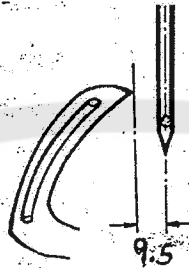

Fig. 1
Zur bequemen Einstellung entferne Drückfuß, Stichplatte und Transporteur. Setze den Fadengreifer in den Greiferhebel ein. Der Greifer ist so einzustellen, daß der Abstand von Nadelmitte zur Greiferspitze $9,5 \text{ mm} \approx 3/8''$ beträgt und zwar bei Beginn der Nadelstangenaufwärtsbewegung (Fig. 1). Dieser Abstand lässt sich nach Lösen der Mutter am rechten Schenkel des Greiferhebels durch Verschieben der Kugelschraube im Langloch ändern. Bei der Bewegung nach rechts muß der Greifer dicht an der Rückseite der Nadel vorbeigehen, ohne diese zu berühren. Dazu wird der Greiferhebel auf seiner Achse nach Lösen der beiden Schrauben seitlich verschoben.
For convenient access, remove the presser foot, throat plate and feed dog. Insert the looper into the looper rocker. Set the looper so that the distance from the centre line of the needle to the point of the looper is $9,5 \text{ mm} \approx 3/8''$ in the lowest position of needle bar just before moving upwards (Fig. 1). Therefore loosen the nut at right side of looper rocker and replace the ball stud till the specified dimension be obtained. As the looper moves to the right, its point should pass behind the needle as close as possible without contacting it. Adjustment can be made by loosening the fastening screws of looper rocker and replacing the looper rocker axially till this adjustment be obtained.
Bei Verwendung von Leinengarn ist der Nadelfaden nach Fig. 1 der Einfädelanleitung einzufädeln.
Die Stichlänge ist entsprechend der Kettelgarnstärke nach Lösen der Mutter Teil-Nr. HA 18 A (Fig. 3) einzustellen. Verstellen der Schwinge nach unten ergibt größere, Verstellen nach oben kleinere Stichlänge. Der Obertransport ist dann entsprechend an der Schwinge einzustellen. Verstellen nach hinten größerer Stich, nach vorn kleinerer Stich. (Fig. 1 u. 4).
Die Maschine ist für eine Naht mit Stichlochbindung (Fig. 1) eingestellt. Sollten Sie Kantenbindung wünschen, so können Sie diese Naht durch Herausnehmen des Nadelfadens aus der ersten Nadelfadenspannung (A) erreichen. (Fig. 4). Der Kettelfaden wird dann in diese Spannung (A) eingelegt (Fig. 4). Evtl. ist noch ein ausregulieren notwendig, damit der Nadel-faden sauber an der Kante liegt.